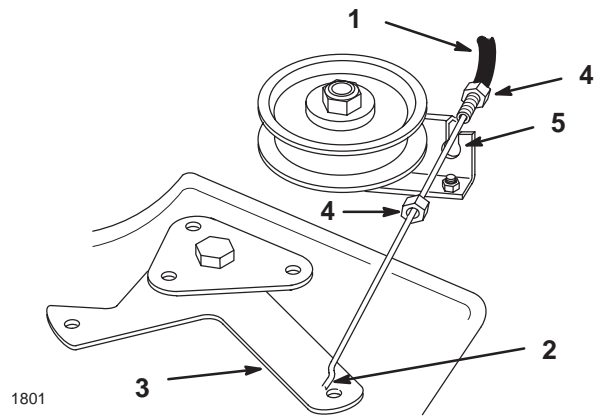

Figure 17
5. Décrochez du bras de tension l'extrémité en Z du câble de PdF (Fig. 17).
6. Retirez l'écrou de blocage de la PdF sur le support de fixation. Sortez le câble du support et remettez l'écrou de blocage en place pour ne pas le perdre. (Fig. 17).